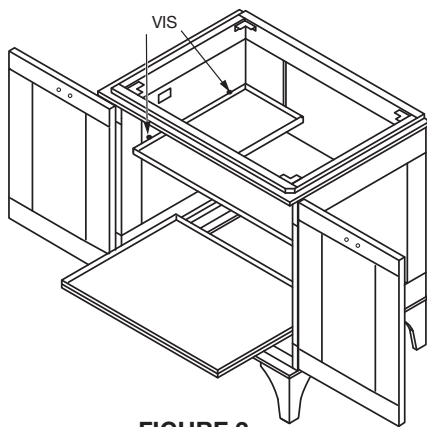

FIGURE 2
- Ouvrez les portes du meuble-lavabo. Retirez les quatre vis qui maintiennent l'étagère supérieure en place. Retirez l'étagère supérieure. Tirez doucement l'étagère inférieure jusqu'à ce qu'elle se bloque. Appuyez sur le levier de verrouillage situé sous les glissières métalliques des côtés droit et gauche de l'étagère et soulevez l'étagère afin de la sortir du meuble-lavabo. **Figure 2**